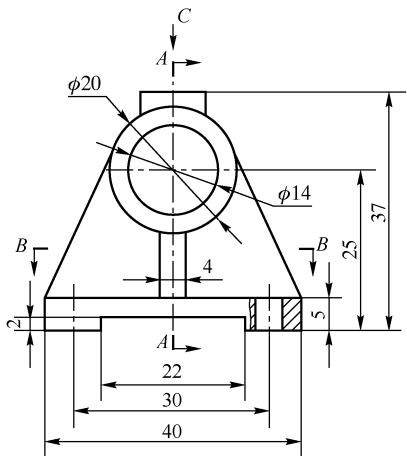

图 7-11 标注主视图投影方向
- 绘制投影方向：切换“标注”图层，切换“3.5 号×0.5 投影方向”引线样式，开启“对象捕捉”模式。调用“多重引线”命令，标注主视图投影方向，如图 7-11 所示。